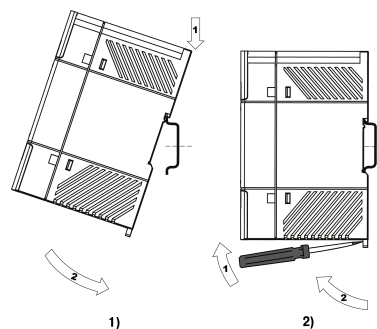

Рисунок 4.3 – Монтаж (1) и демонтаж (2) прибора
3. С усилием придавить прибор к DIN-рейке в направлении, показанном стрелкой, до фиксации защелки (см. *рисунок 4.3*).
Для демонтажа прибора следует (см. *рисунок 4.3*):